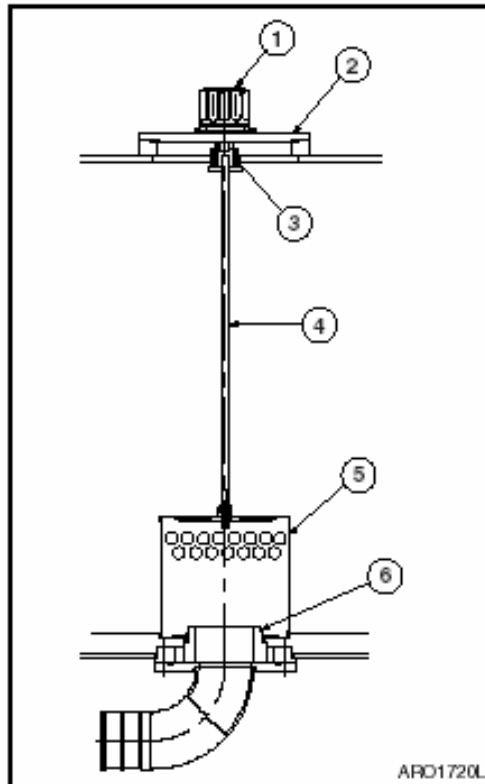

Figura 81
3. Libere el aire presurizado del depósito hidráulico girando el tapón de ventilación del aire (1, Figura 81).
5. Retire cuidadosamente los pernos y la cubierta (2, Figura 81) de la parte superior del depósito de aceite hidráulico. Bajo la cubierta hay un resorte (3) que la impulsa hacia arriba.
6. Retire el resorte (3, Figura 81) y el chupador (5) ejerciendo presión sobre el rodillo (4).
8. Coloque el chupador (5, Figura 81) sobre la porción saliente de la tubería de succión (6).
10. Instale el resorte (3, Figura 81) sobre el rodillo (4) y monte la cubierta (2).